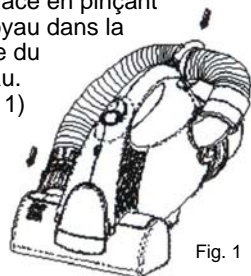

Fig. 1
1. Insert the dusting brush/hose connector into the brush chamber exhaust port. Lock the flexible hose in place by clipping the hose into the hose holder. (Fig. 1)
1. Insérez la brosse à épousseter/le raccord du boyau dans le port d'échappement de la cavité de la brosse. Verrouillez le boyau souple en place en pinçant le boyau dans la pince du boyau. (Fig. 1)